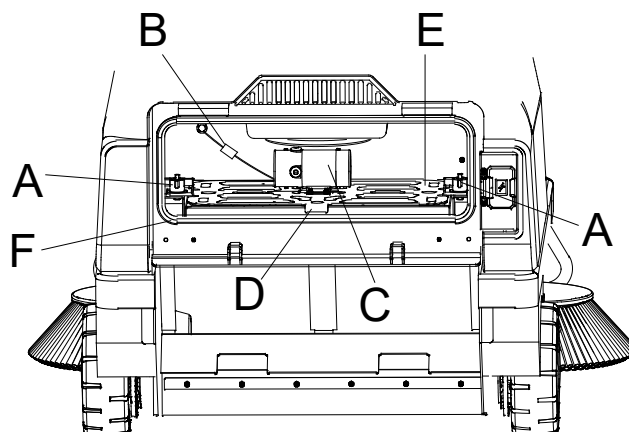
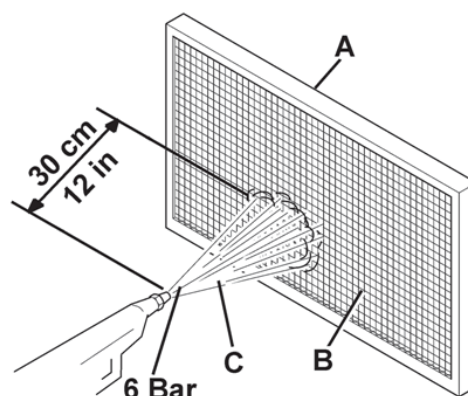

Figura 28
Figura 29
7. Afloje la tuerca (A, figura 28).
8. Desconecte el cableado del motor de vibración (B, figura 28) del conector (C, figura 28).
9. Retire la placa sacudidora de polvo (D, figura 28).
10. Saque el filtro (E, figura 28).
11. Limpie el filtro en una superficie limpia y nivelada. Golpee suavemente el lado (A, figura 29) opuesto al lado de la malla de alambre (B, figura 29). Use aire comprimido con una presión no superior a 6 psi para limpiar, soplando aire desde el lado con la malla de alambre (B, figura 29) al menos a 30 cm del filtro. Según el tipo de filtro, preste atención a lo siguiente:
13. Limpie la tira de caucho en la placa de cubierta (F, figura 28) y compruebe si hay daños o grietas. Si está dañada, sustituir la.
- Al instalar el filtro (E, figura 28), el lado con la malla metálica (B, figura 29) debe quedar hacia arriba.